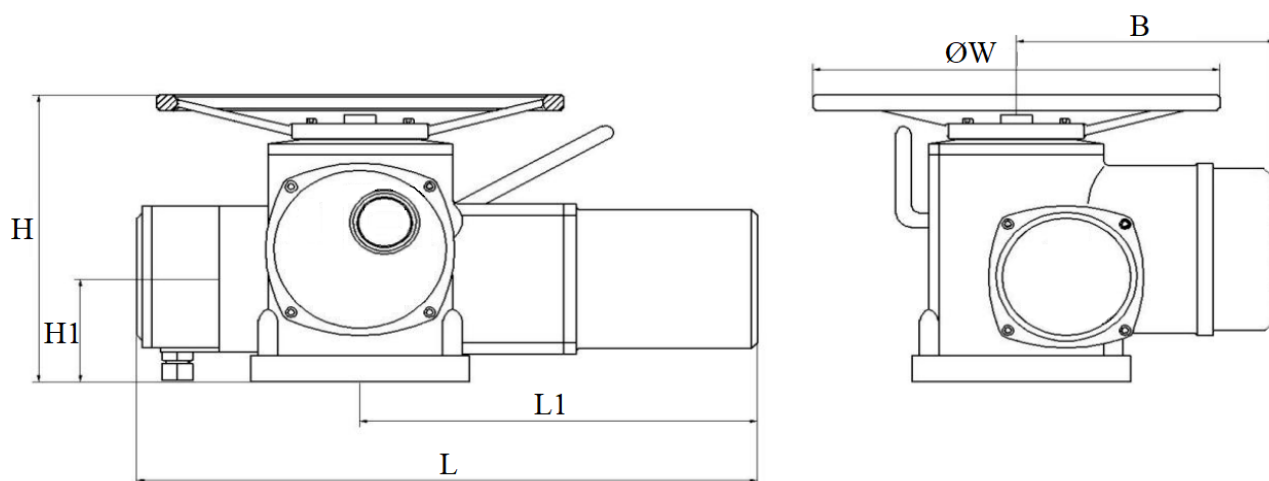

Рисунок 1. Размеры и габаритные характеристики электроприводов MT903.Z 05~120
1.2.15. Технические характеристики электроприводов представлены в табл.1. Основные размеры и габаритные характеристики приведены на рис.1,2 и в табл.2. Электрические схемы подключения приведены в Приложении.